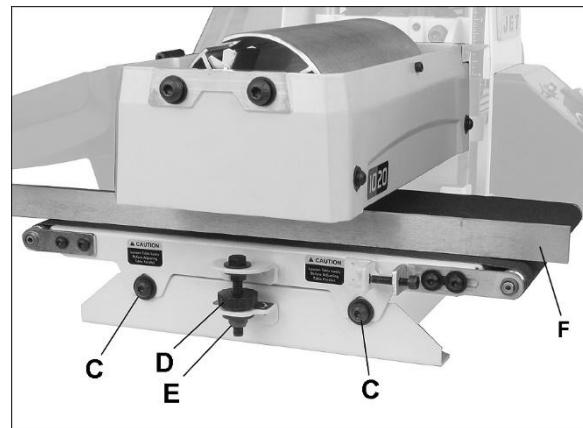

Abb. 8-3: Trommelausrichtung
3. Die Einstellschrauben (B, Abb. 8-3) auf beiden Seiten des Vorschubbandes mit einem 5-mm-Inbusschlüssel verstetzen. Beiderseits gleich, um auf beiden Seiten in etwa die gleiche Bandspannung zu erhalten.
3. Die Lehre (F, Abb. 8-3) auf der Außenseite der Trommel zwischen Trommel und Vorschubtisch einführen.
1. Beide Tisch-Feststellschrauben (C, Abb. 8-3) mit einem 5mm Inbusschlüssel lösen.